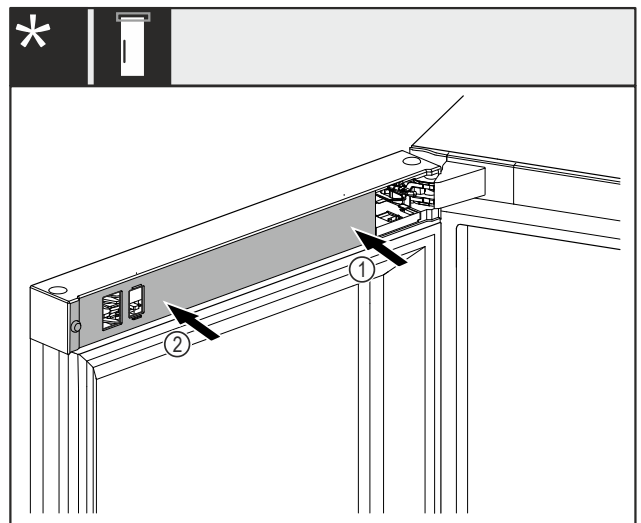

Fig. 47 *
- ▶ Спочатку встановіть кришку Fig. 47 (1) з боку опорного кронштейна та зафіксуйте її.*
- ▶ Встановіть і зафіксуйте кришку Fig. 47 (2) на зовнішній стороні.*